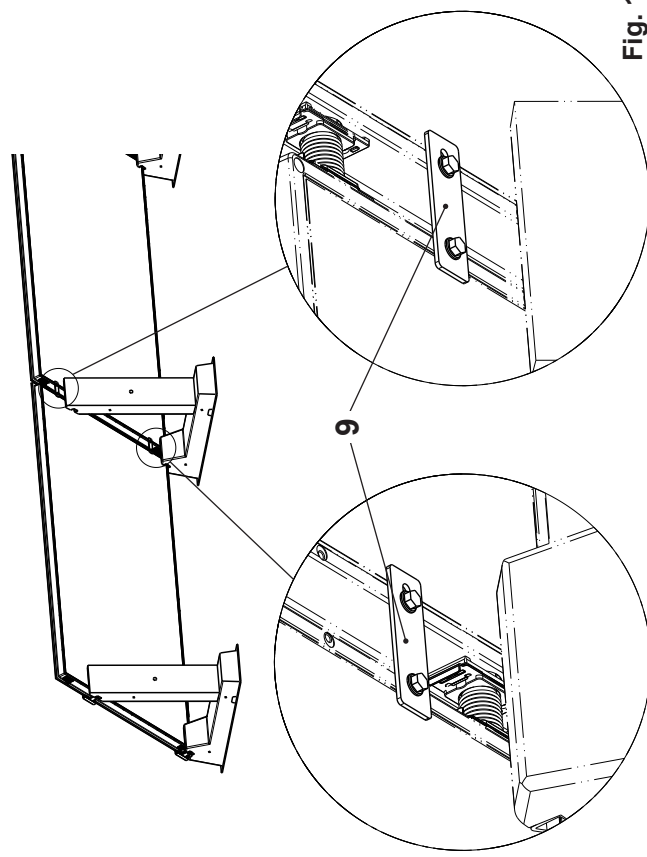

Fig. 10
- Înlăturați dispozitivele de blocare pentru transport ale conexiunii hidraulice (4).
- Ghidați cei doi **conectori hidraulici** (5, Detaliu D, Detaliu C) în conexiunile hidraulice de pe colector (1), din partea de jos și de sus și fixați cu ajutorul clemelor elastice (6, Detaliu D, Detaliu C.).
- Așezați **al doilea colector** (7) pe soclul din beton. Glisați cu atenție **al doilea colector în primul colector** până când acesta este aliniat cu **elementul de prindere de mijloc**.
10. Montați placa de fixare (9, Fig. 10) între colectorul 1 și colectorul 2.